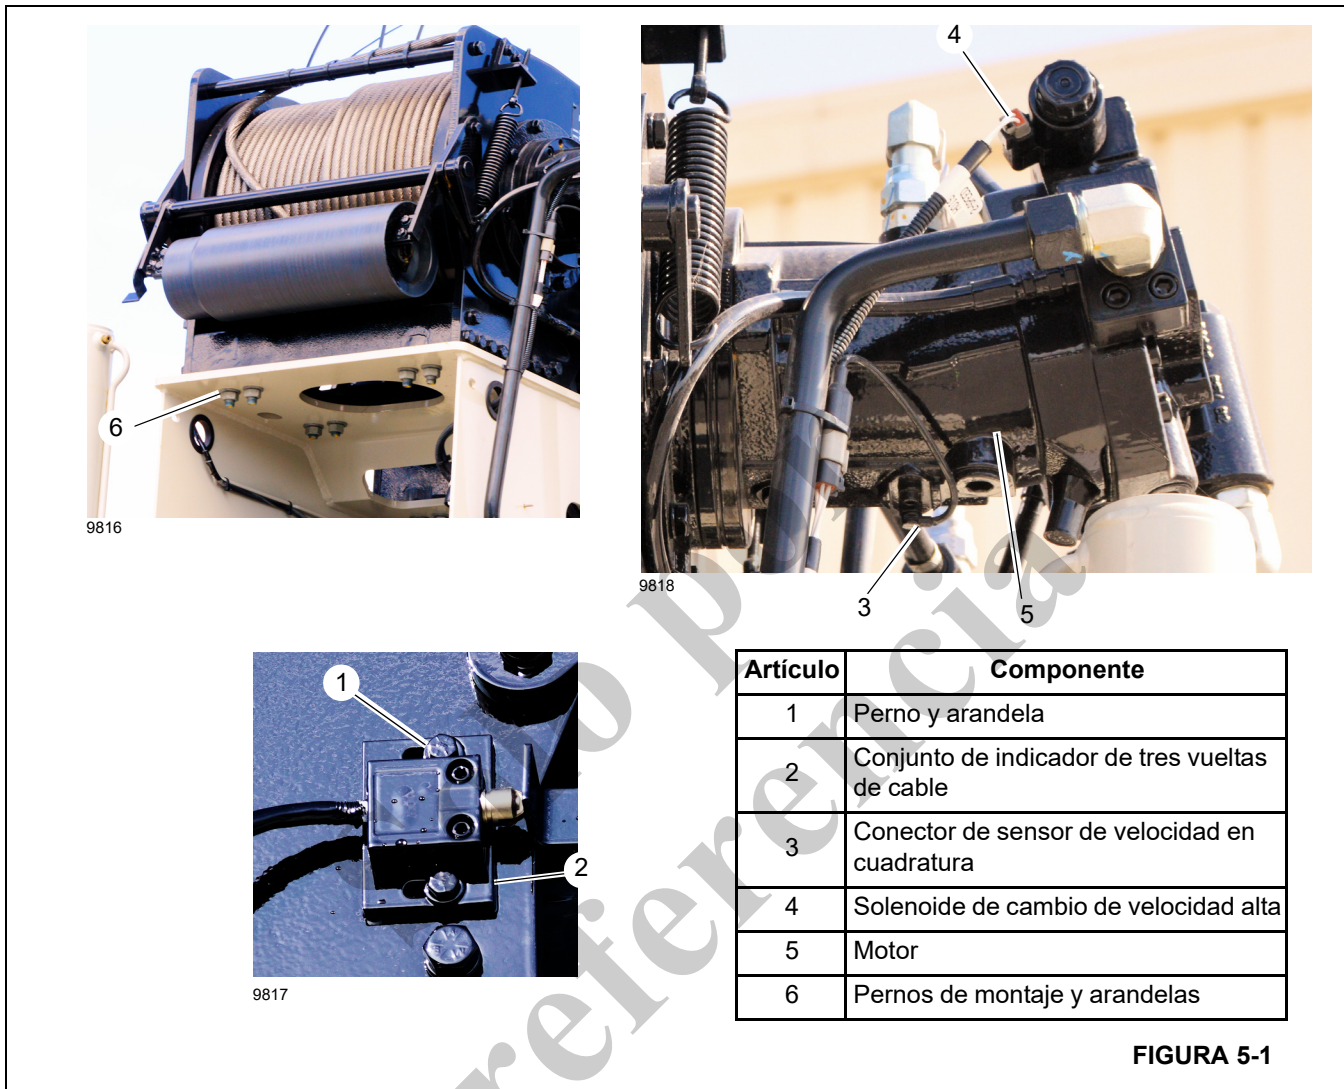

FIGURA 5-1
3. Retire dos pernos (1, Figura 5-1) y retire el conjunto de indicador de 3 vueltas de cable (2) del malacate.
4. Desconecte los conectores del solenoide de cambio de velocidad alta (4) y del sensor de velocidad en cuadratura (3) del malacate.
7. Saque los pernos de montaje y las arandelas (6) del malacate.
2. Desconecte los conectores de 2 velocidades (3, Figura 5-1) y de 4 velocidades (4) del motor del malacate.
3. Retire el arnés de cables del DRI (1). Retire las bandas de amarre según sea necesario.
2. Conecte los alambres de 2 velocidades (3, Figura 5-1) y 4 velocidades (4) a sus conectores en el motor del malacate.